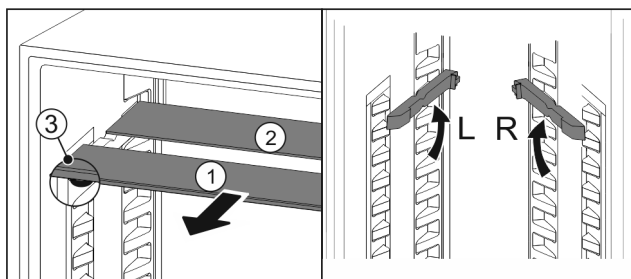

Fig. 35
- Glasplaten afzonderlijk vanaf de voorkant eruit trekken Fig. 35 (L).
- ▷ Glasplaat Fig. 35 (1) met sierlijst ligt voor.
- ▷ Stops Fig. 35 (3) zijn naar onder gericht.